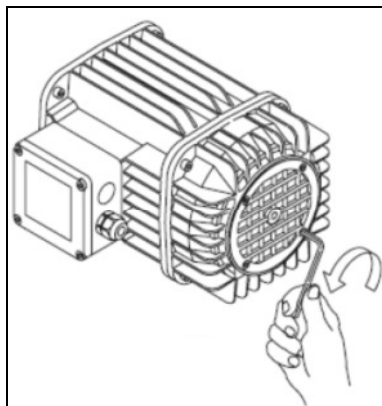

fig.46
3. Operando in quota, rimuovere la griglia in plastica (aeratore) svitando completamente le quattro viti (fig. 46).